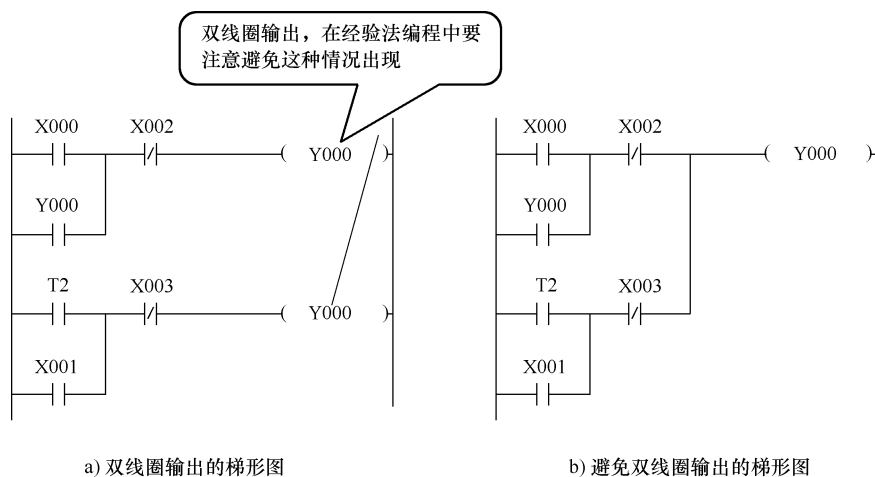

图 3-35 双线圈输出
1) 梯形图中所有软元件的编号，必须是在 PLC 软元件表所列的范围之内，不能任意使用。同一线圈的编号在梯形图中只能出现一次，而同一触点的编号在梯形图中可以重复出现。同一编号的线圈在程序中使用两次或两次以上，称为双线圈输出，如图 3-35 所示。双线圈输出的情况只有在后面将要讲到的步进指令编程中才允许使用。一般程序中如果出现双线圈输出，容易引起误操作，编程时要注意避免这种情况发生。